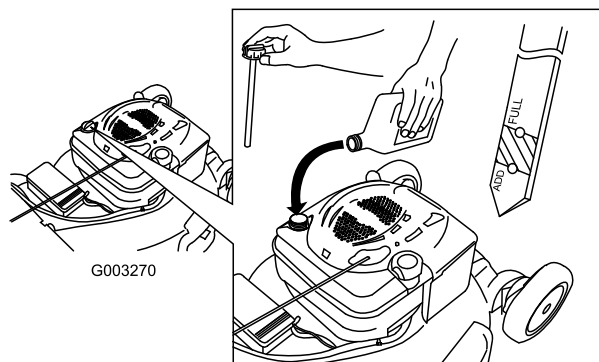

Figura 14
1. Retire la varilla, límpiela, y vuelva a colocarla (Figura 14).
2. Retire la varilla y compruebe el nivel de aceite (Figura 14). Si el nivel de aceite está por debajo de la marca "Add" de la varilla, vierta **lentamente** aceite en el tubo de llenado hasta que el nivel llegue a la marca "Full" de la varilla. **No llene demasiado.** (Capacidad máxima: 0,59 l (20 onzas), tipo: SAE 30W, aceite detergente con clasificación de servicio API SF, SG, SH, SJ, SL o superior.)